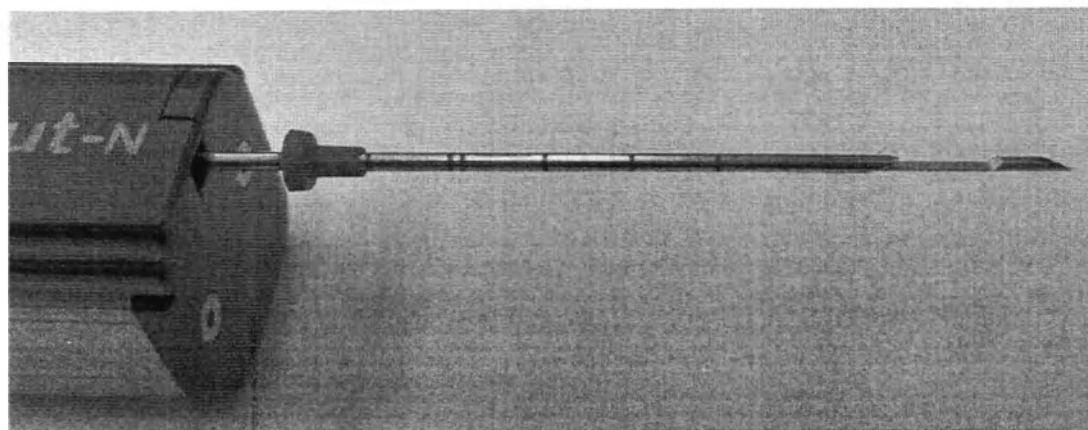

Рисунок 16 – Удаление биоптата из иглы биопсийной без извлечения иглы биопсийной из пистолета BIOCUT-N
- Удалите биоптат из иглы биопсийной посредством осуществления движения (оттягивания) поршня пистолета BIOCUT-N (рисунок 16). Канюля откроет «окошко» стилета иглы биопсийной с полученным биоптатом. Биоптат снимается в стерильный контейнер или на гистологическое стекло.